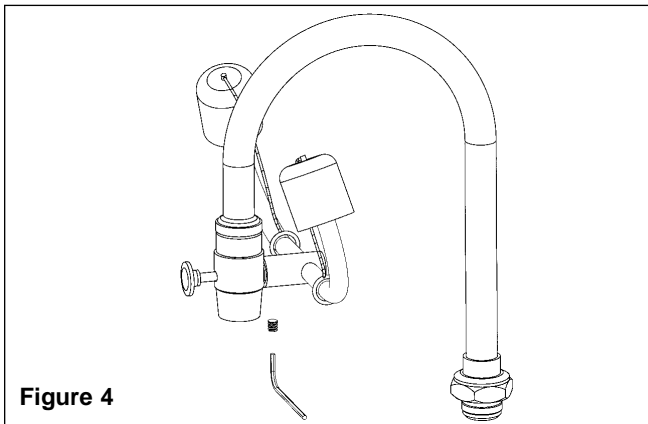

Figure 4
2. Poser le lave-yeux sur le raccord du guidon sur l'adaptateur (voir Figure 4). Veiller à orienter les érogateurs vers les utilisateurs.